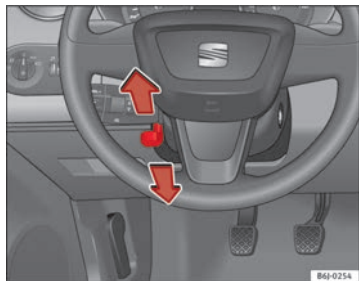

Fig. 97 Ajuste de altura del volante
- Tire hacia abajo de la palanca ⇒ fig. 97 situada debajo de la columna de dirección ⇒ ⚠.
- Ajuste el volante hasta alcanzar la posición deseada ⇒ fig. 97.
- Ajuste el asiento del conductor o el volante de modo que quede una distancia mínima de 25 cm entre el volante y el tórax ⇒ fig. 97. ¡Si no respeta la distancia mínima, el airbag no le protegerá adecuadamente y corre peligro de muerte!